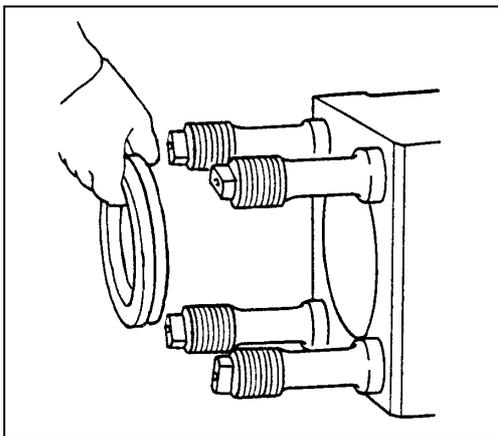
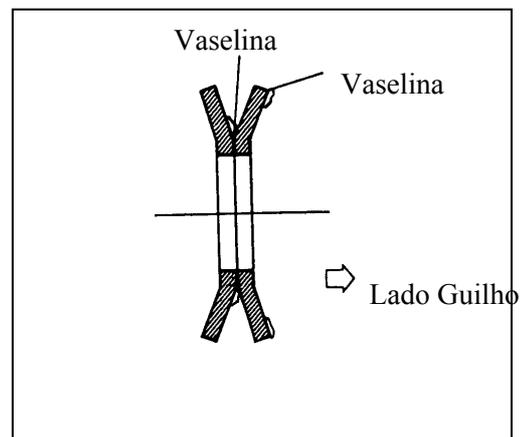

Fig.10
Fig.11
12. Aplique vaselina no freio de fixação e instale-o no sítio correcto. Veja a Fig.10. A Fig.11 mostra a posição correcta de instalação da anilha.